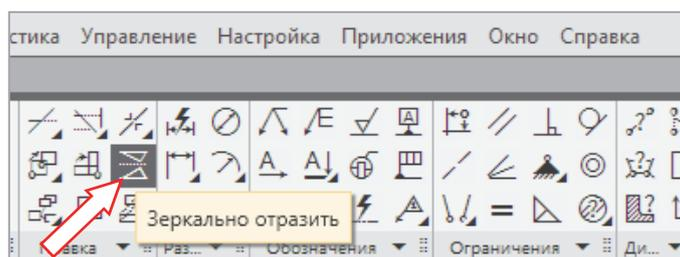

Рис. 2.10-2
1. На ленте инструментов выбрать команду **Черчение** → **Правка** → **Зеркально отразить**  (рис. 2.10-2).